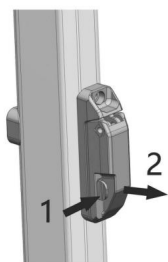
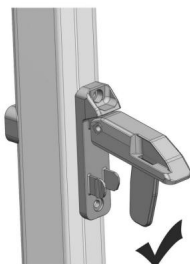

Figura D1
Figura D2
4.1.1 Aprire il blocco di sicurezza posto al centro delle aste di supporto su entrambi i lati (premere e tirare, Figura D1) e allentare la vite del tirante (Figura D2).